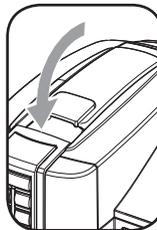

Рис.3
- 10- Опустить рычаг, чтобы закрыть отсек для капсул (рис.3).